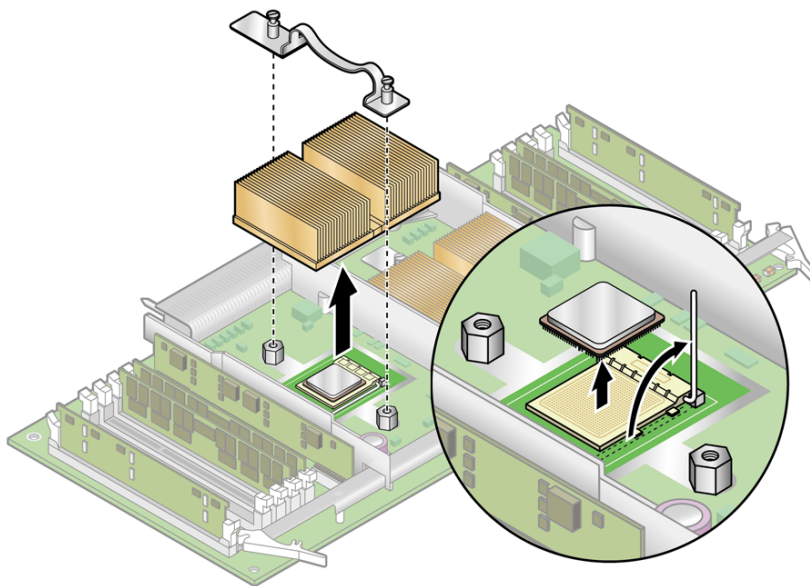

图 4-33 拆除进阶版本为 "C0" 和 "CG" 的 CPU 的固定夹和散热器
拧松两颗固定螺钉，然后拆除散热器固定夹。参见图 4-33。
11. 向上拉动插槽的释放杆，使其完全打开，处于垂直位置（请参见图 4-33）。